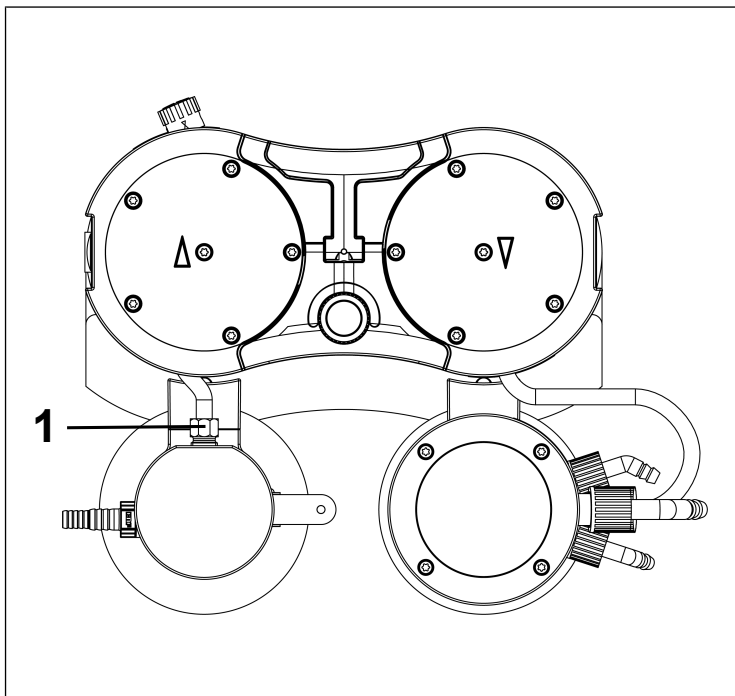

Fig.10: Desserrage du raccord de tuyaux
1. Desserrez la vis chapeau du raccord de tuyaux (1/ Fig. 10) des composants du système de vide.
i Pour desserrer la vis chapeau du raccord de tuyaux du piège à liquide (1/ Fig. 10), le cas échéant, une clé à fourche d'ouverture 14.
10. Vissez la vis chapeau du raccord de tuyaux du piège à liquide (1/ Fig. 10) sur l'adaptateur du piège à liquide jusqu'en butée.
i Pour serrer la vis chapeau du raccord de tuyaux du piège à liquide (1/ Fig. 10), utilisez le cas échéant une clé à fourche d'ouverture 14.